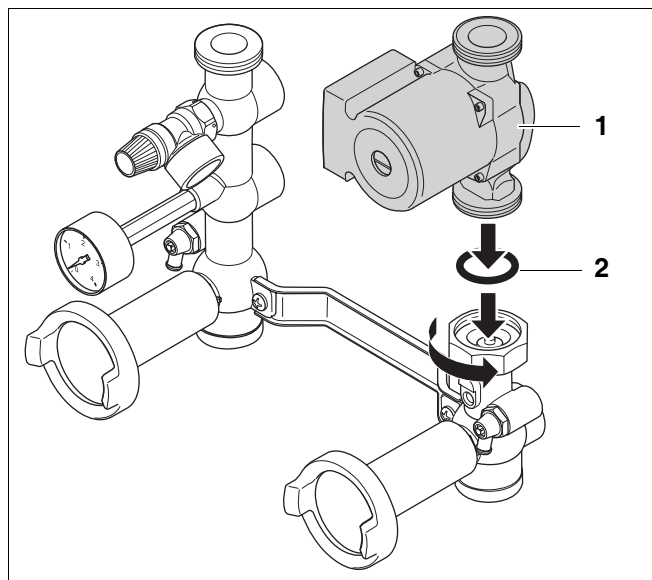

Fig. 8 Genmontering af pumpen
- Sæt derefter den flade gummipakning (fig. 8, **pos. 2**) ind igen, og monter pumpen (fig. 8, **pos. 1**) igen.